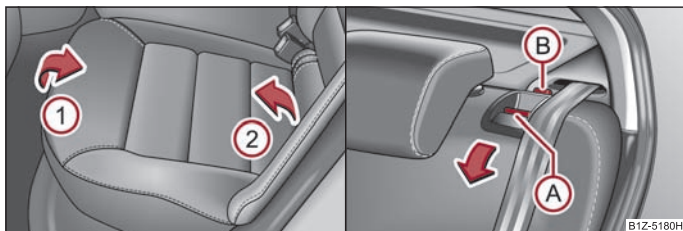

Fig. 50 Ribaltare i cuscini dei sedili / sbloccare lo schienale dei sedili
- Sollevare il cuscino nel senso della freccia (1) e ribaltarla in avanti nella direzione della freccia (2) ⇒ fig. 50.
- Premere il pulsante di sbloccaggio (A) e ribaltare in avanti lo schienale.
- Accertarsi che la sicura rossa (B) sia coperta ⇒ fig. 50.